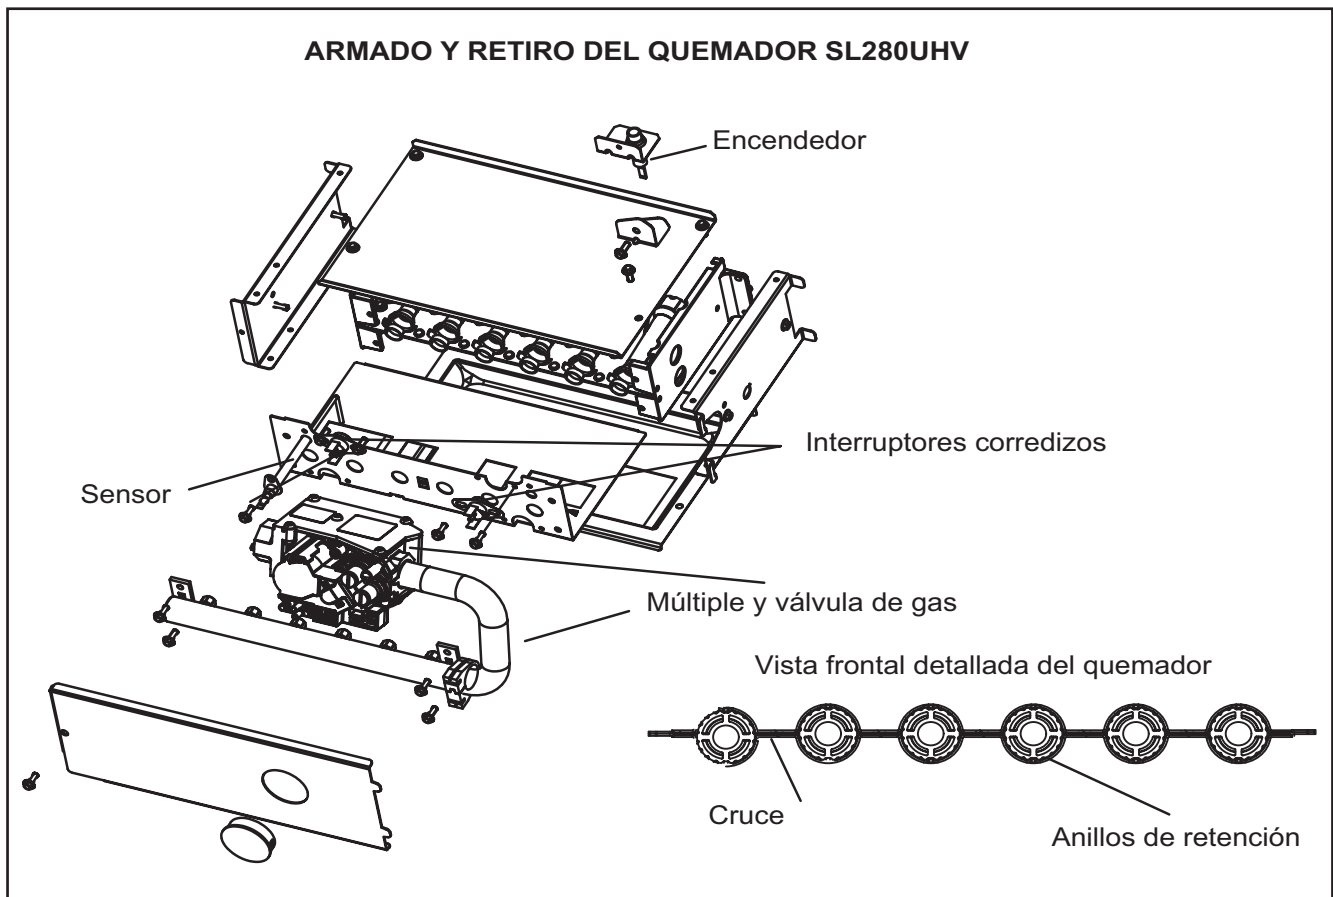

FIGURA 38
- 4 - Para limpiar los quemadores, utilice una aspiradora con un cepillo blando sobre la superficie de los quemadores. Inspeccione visualmente dentro de los quemadores y cruces para detectar algún bloqueo causado por materias extrañas. Quite cualquier bloqueo. La Figura 38 muestra el detalle del quemador.